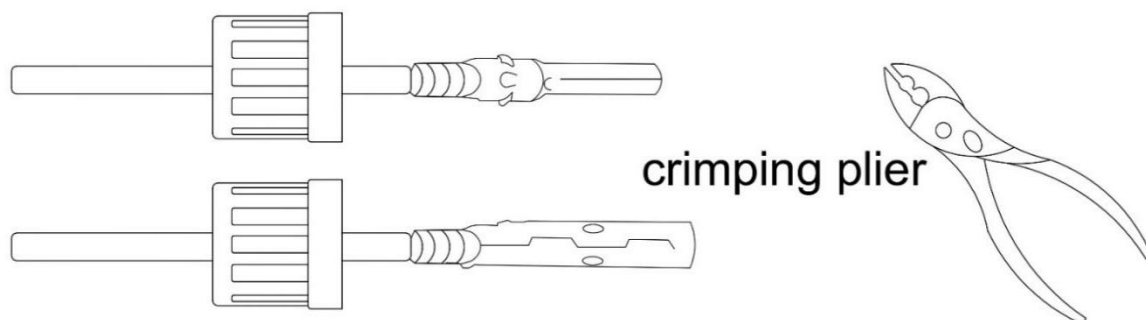

Figura 2.13 Alicates de crimpagem crimpando terminal metálico
2.Crimpe o terminal metálico com alicates de crimpagem, conforme mostrado na figura 2.13.